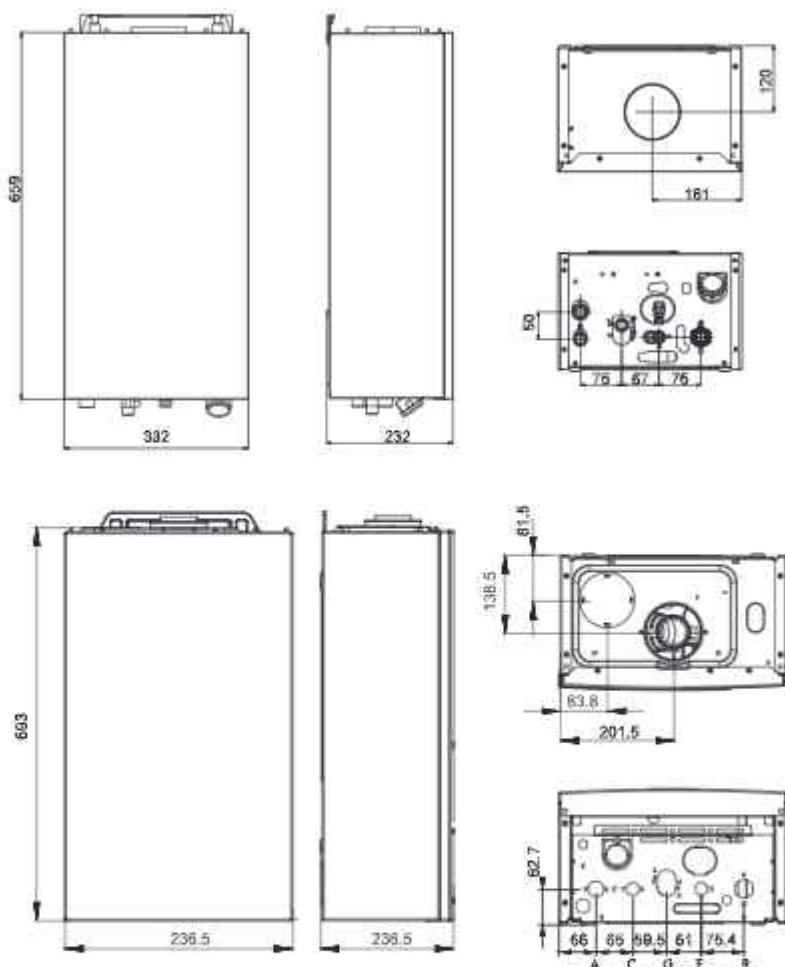

Рис. 1
3.4 Габариты и присоединительные размеры изделия: (Рис. 1, Табл.2)